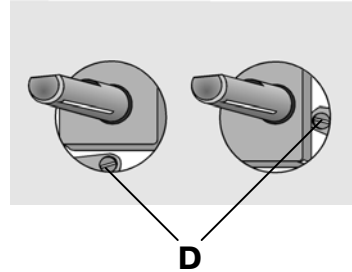

fig. 18
- Se reglează debitul economic cu ajutorul unei șurubelnițe subțiri introdusă în șurubul de reglare(D) până la obținerea unei flăcări de 5 mm (fig.18). În cazul gazului lichefiat (GPL) șurubul de reglare se rotește complet în sensul acelor de ceasornic.